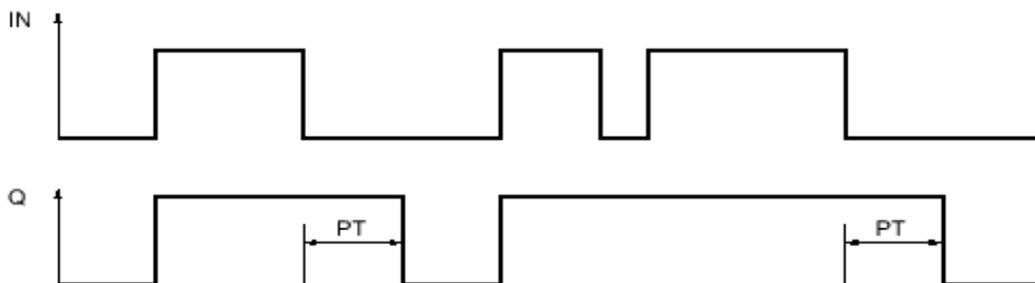

Figura 3.15 - Gráfica de tiempos de la entrada IN y la salida Q para la instrucción TOF
- **TOF (OFF-delay timer):** Es una instrucción de retardo a la desconexión. Ésta retarda la desactivación de la salida Q por el tiempo programado PT. Es el inverso a la instrucción TON, ya que la salida Q se activa cuando la entrada IN cambia de 0 a 1 (señal ascendente). Cuando el estado de la entrada IN cambia nuevamente a 0, el tiempo programado PT comienza a contar. La salida Q permanece activada mientras transcurre el tiempo PT. Una vez transcurrido el tiempo PT se desactiva la salida Q (Figura 3.15). Si el estado lógico de la entrada IN cambia a 1 antes de que transcurra el tiempo PT, se inicializa el temporizador con lo que el estado lógico de la salida Q permanece en 1. Las características de la salida ET son las mismas que para el temporizador TON.